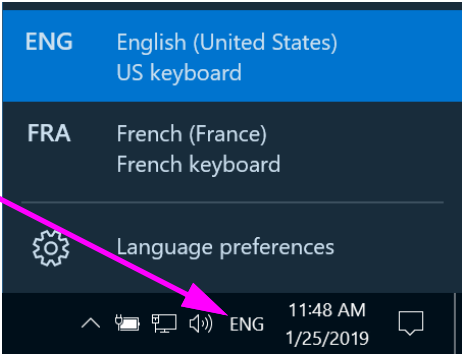

图 C-21. 下拉式语言菜单 - 欢迎屏幕（Windows 10）
2. 单击三字母图标，出现与图 C-21 中的顶部显示的菜单相似的菜单。